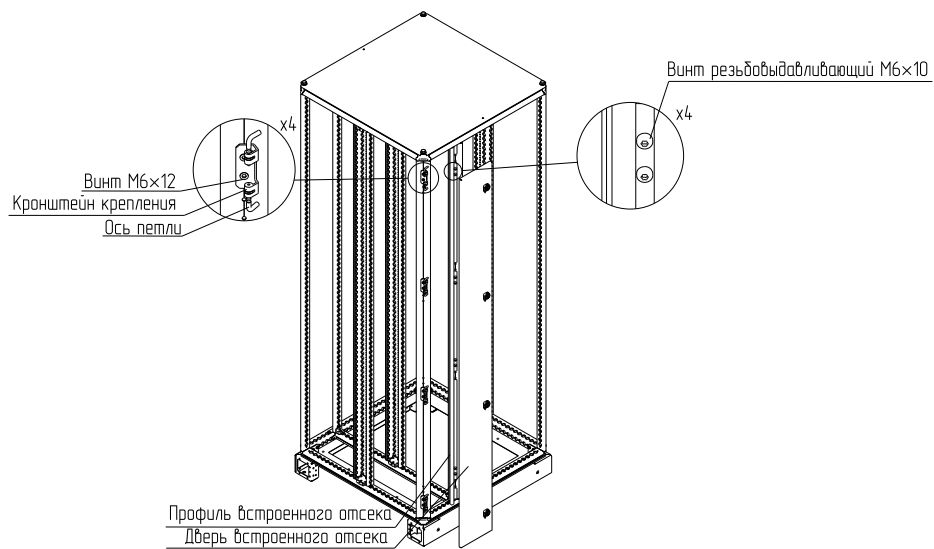

Рисунок 4
4.1.4 Закрепить петли на каркасе на левой или правой стойке/профиле. На рисунке для примера изображено левое крепление петель (рисунок 4). Для крепления использовать винты М6×12. Момент затяжки – 7 Н·м.